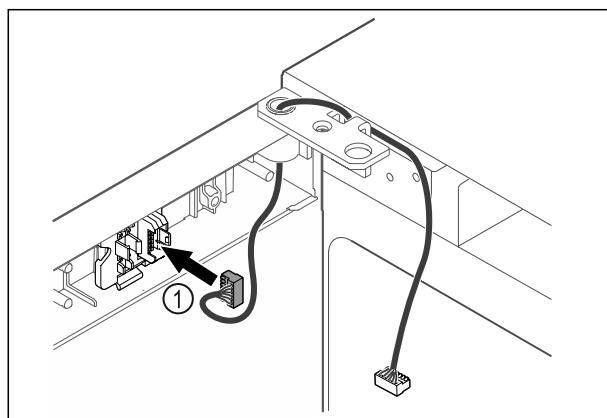

Fig. 42
- Utaknite utikač Fig. 42 (1) u držać utikača.